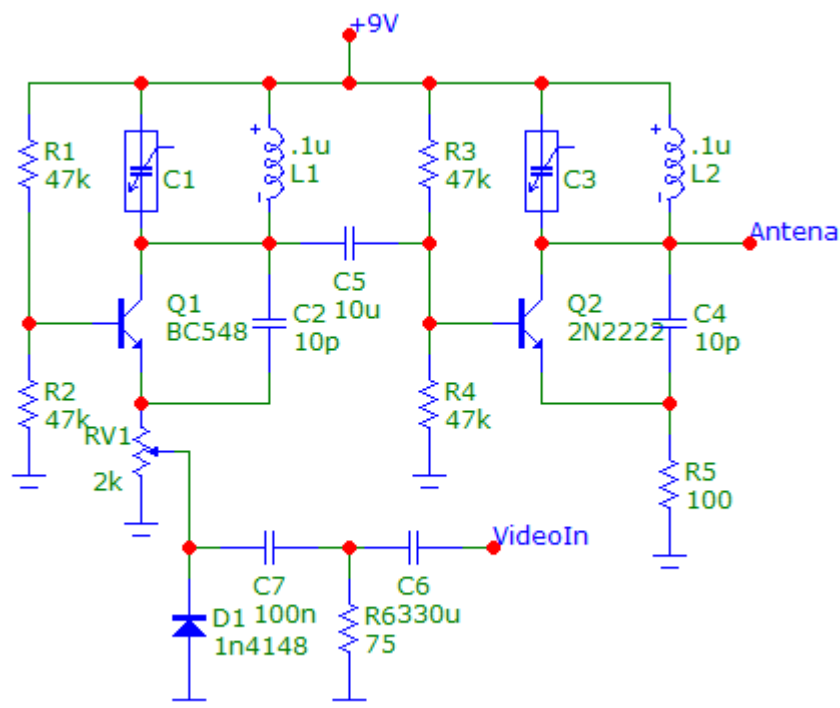

Figura 10.1. Transmisor de TV.
2. Realice el circuito impreso del transmisor de la figura 10.1.